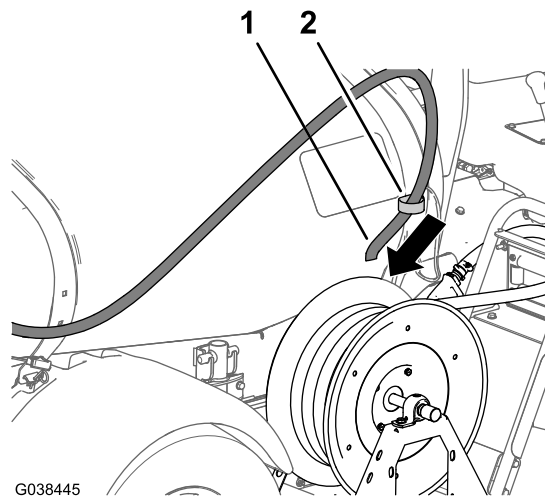

Figura 97
- Introduzca la manguera de entrada por la abrazadera situada en el fleje delantero del depósito de fumigación (Figura 97).